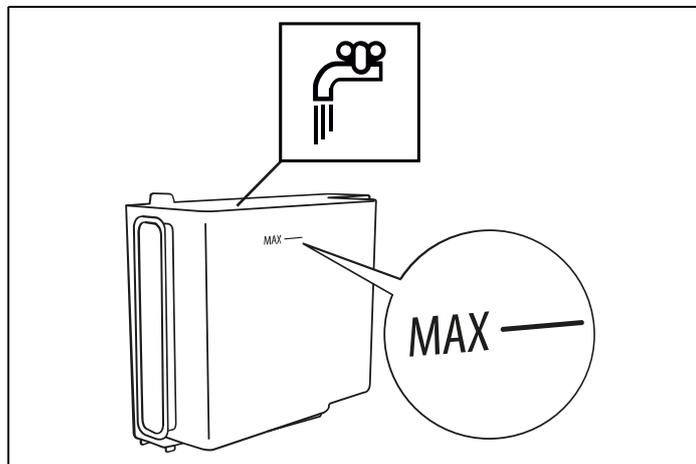

Fig. 57
- 1) **Rincer et remplir avec de l'eau** (Fig. 57) : l'appareil est maintenant prêt pour un cycle de rinçage à l'eau douce. Videz le récipient utilisé pour recueillir la solution détartrante et extrayez le réservoir d'eau, videz, rincez à l'eau courante, remplissez d'eau fraîche jusqu'au niveau MAX et remettez dans l'appareil ;